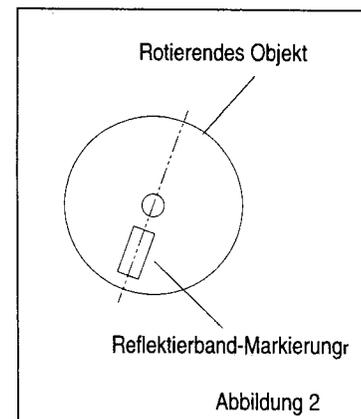

Abbildung 2
2. Ein ca. 2 cm (3/4") langes Stück Reflektierband abschneiden und auf das zu messende Objekt kleben. Siehe Abbildung 2. Die Markierung immer in Richtung des Objektdurchmessers ausrichten (siehe gepunktete Linie in Abb. 2).